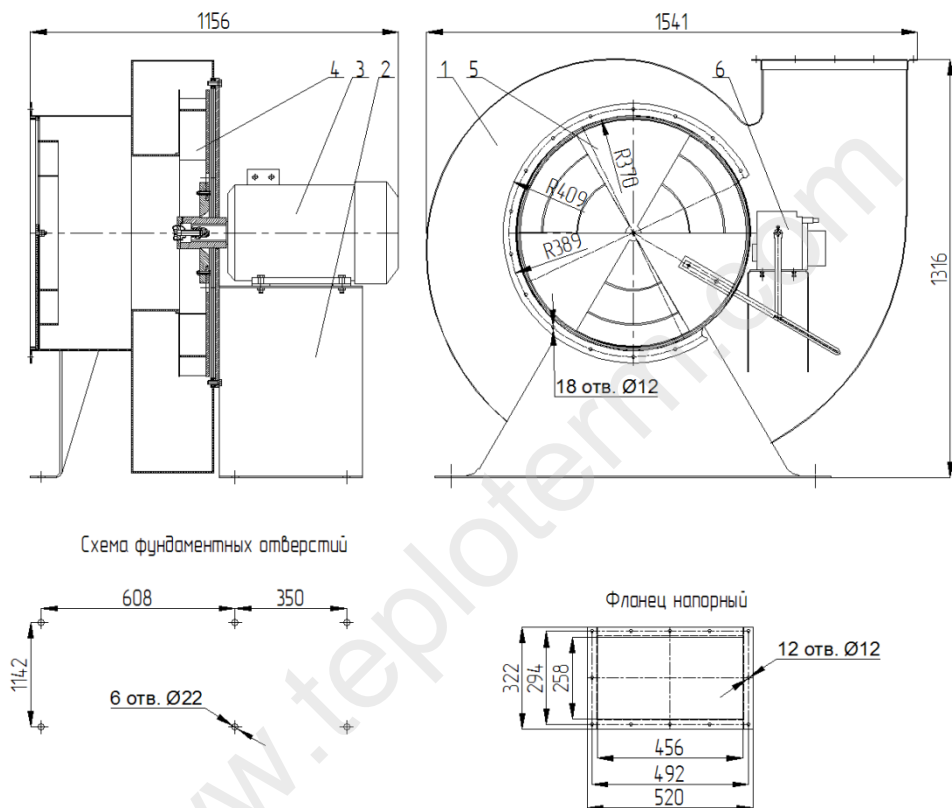

Рис. 4 – Вентилятор ВД-9 (1-корпус, 2-рама, 3-электродвигатель, 4-рабочее колесо, 5-аппарат шибера, 6- привод шибера.
3.1 Вентилятор состоит из шести основных частей (рис. 4): корпуса, рамы, электродвигателя, рабочего колеса, шибера, привода шибера (по заказу).